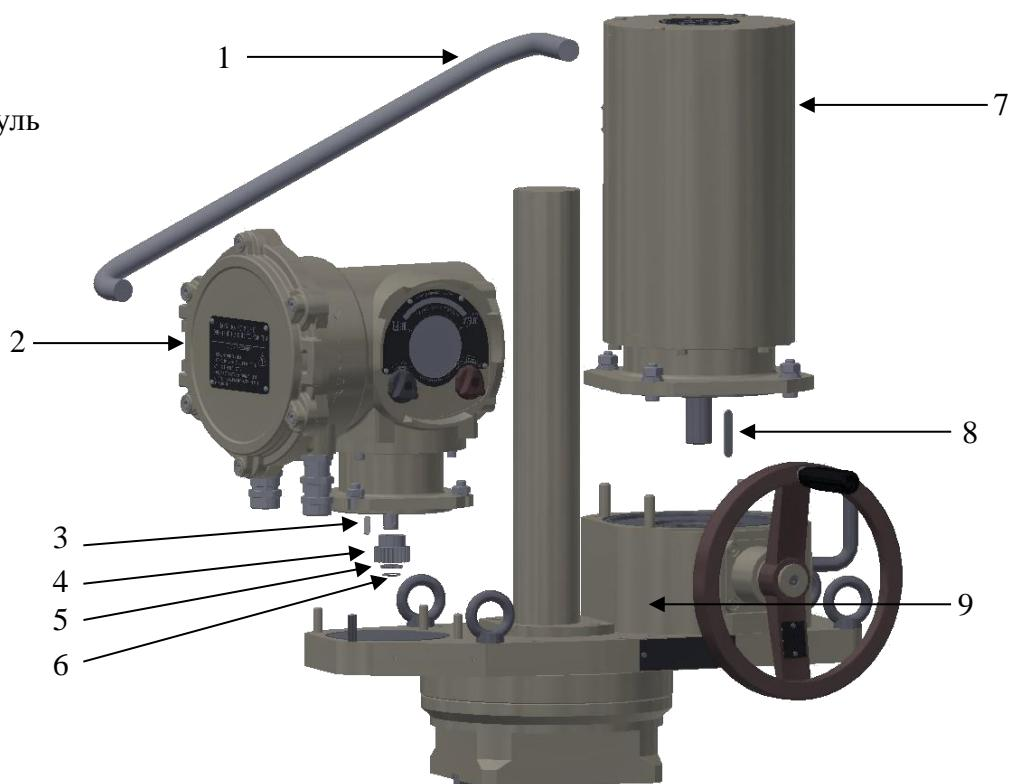

Рисунок 25 – Порядок замены редуктора
- с помощью шестерни (поз.4) Рис.25.
- В случаестыковки с помощью шестерни (рис. 25):